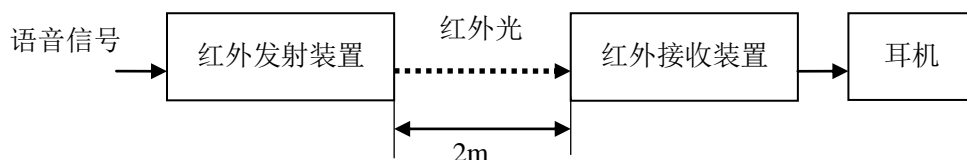

图 1 红外光通信装置方框图
- (1) 红外光通信装置利用红外发光管和红外光接收模块作为收发器件，用来定向传输语音信号，传输距离为 2m，如图 1 所示。